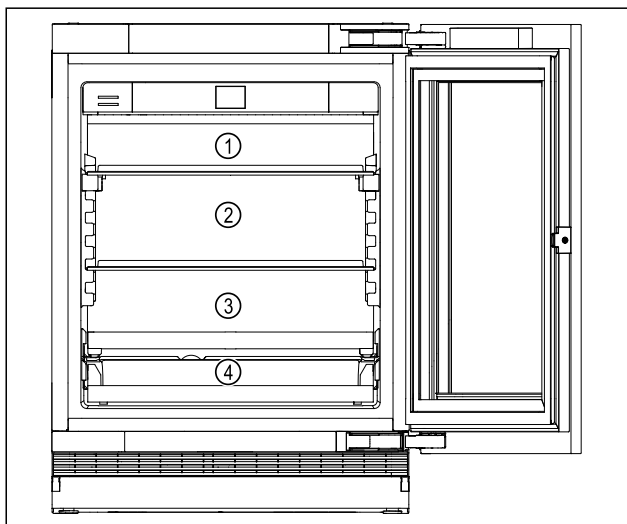

Fig. 5 Beispielhafte Darstellung
- Oberer Bereich Fig. 5 (1): Butter, Käse, Konserven und Tuben lagern.
- Mittlerer Bereich Fig. 5 (2): Verpacktes Obst und Gemüse, Kuchen und Torten lagern.
- Unterer Bereich Fig. 5 (3): Leicht verderbliche Lebensmittel wie fertige Speisen, Fisch, Fleisch- und Wurstwaren lagern.
- Getränkeablage Fig. 5 (4): Dosen, kleinere Flaschen lagern.